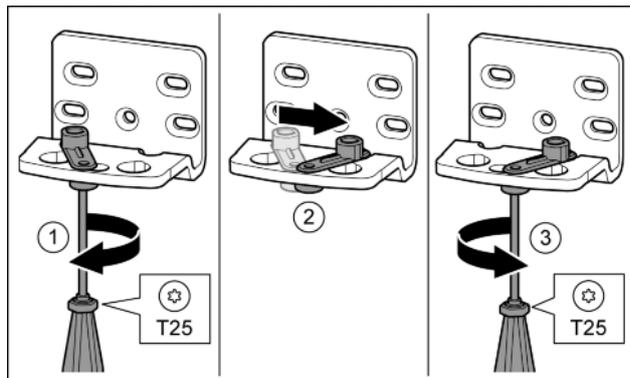

Fig. 12
- ▶ Ar skrūvgriezi T25 nenostiprināti pieskrūvējiet skrūvi. Fig. 12 (1)
- ▶ Paceliet durvju aizvēršanas palīgierīci un ieskrūvējiet caurumā par 90° uz labo pusi. Fig. 12 (2)
- ▶ Ar skrūvgriezi T25 pieskrūvējiet skrūvi. Fig. 12 (3)